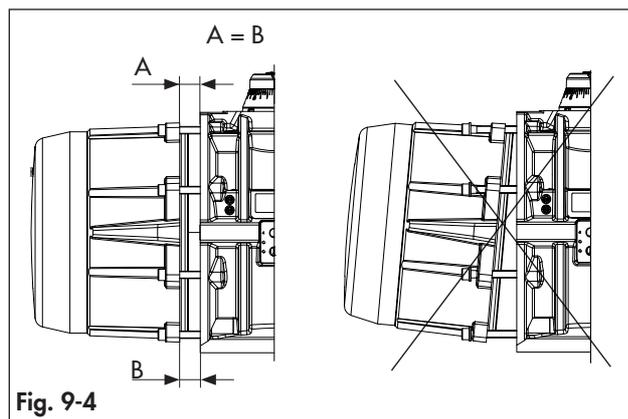
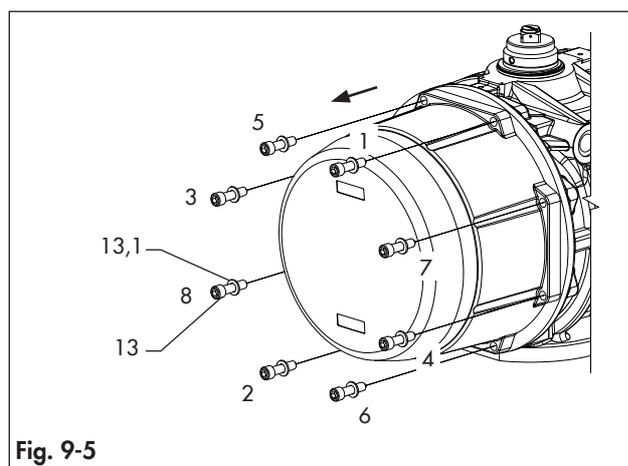
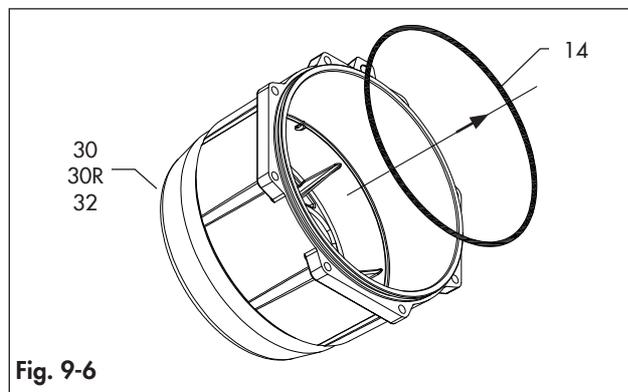

Fig. 9-4
Fig. 9-5
Fig. 9-6
Consulte a Fig. 9-1, Fig. 9-4, Fig. 9-5 e Fig. 9-6.
- ➔ Remova as tampas das extremidades como mostrado na Fig. 9-4 mantendo uma distância constante ($A = B$) entre o corpo do atuador e a interface da tampa da extremidade.
- ➔ Observe a sequência especificada mostrada na Fig. 9-5.
- Solte a compressão das molas desaparafusando parcialmente cada parafuso da tampa da extremidade (13) 1 volta de cada vez conforme a sequência mostrada na Fig. 9-5 por 4/5 voltas.
- ➔ Se ainda houver força na tampa da extremidade (30 / 30R / 32) depois de desapertar os parafusos da tampa (13) por 4/5 voltas, o cartucho de mola pode ter sido danificado ou os pistões não estão completamente fechados: pare a desmontagem e entre em contato com a AIR TORQUE.
- Desaparafuse e remova completamente os parafusos da tampa da extremidade (13) e as anilhas (13.1).
- Remova os cartuchos de mola (17).
- Remova as juntas tóricas (14). (Fig. 9-6)
- Desaparafuse completamente os parafusos da tampa da extremidade (13) e anilhas (13.1) de acordo com a sequência mostrada na Fig. 9-5.